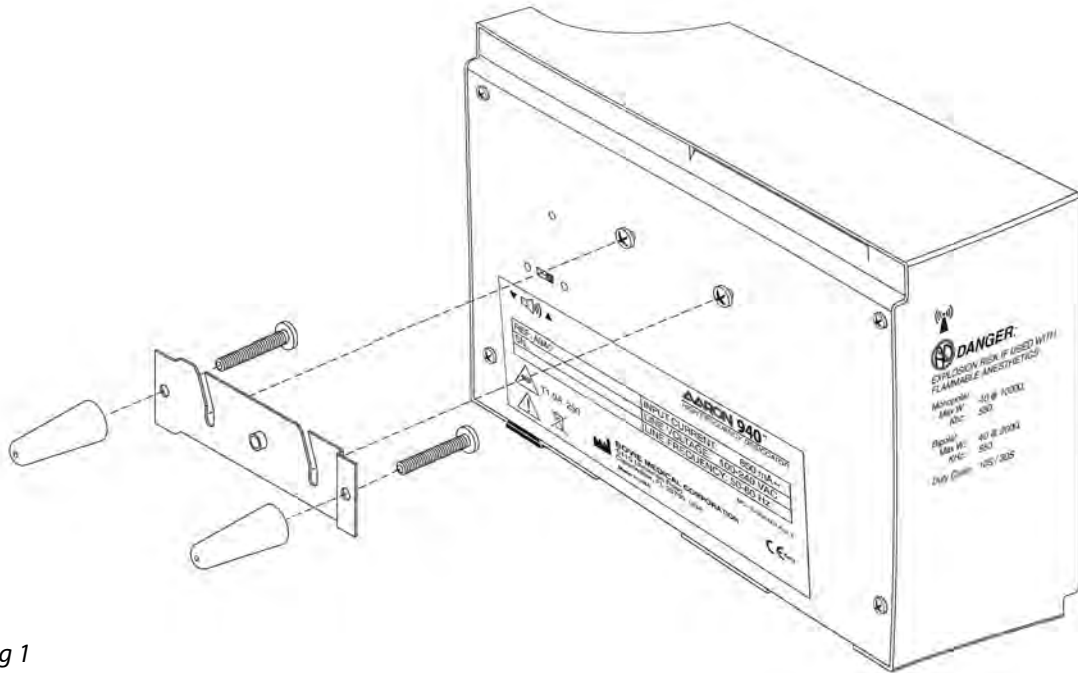

Abbildung 1
1. Montieren Sie den Aaron 940™ mit Hilfe des Montagesatzes an der Wand oder auf dem optionalen mobilen Ständer (siehe Abbildung 1). Die Einheit darf nicht in der horizontalen Position benutzt werden, da Flüssigkeiten leicht in die Einheit gelangen könnten.